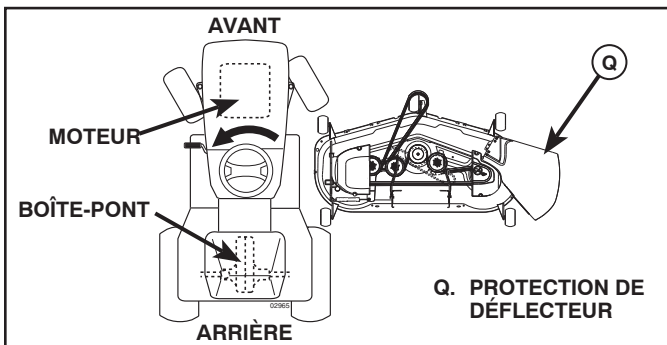

Fig. 26
3. TOURNER LE VOLANT DE DIRECTION À GAUCHE ET PLACER LA TONDEUSE (Voir la Fig. 26)
- Tourner le volant de direction à gauche aussi loin que possible et placer la tondeuse sur le côté droit du tracteur avec la protection de déflecteur (Q) à gauche.
9. INSTALLER LA COURROIE SUR L'EMBRAYAGE DE POULIE MOTRICE (M) (Voir la Fig. 26 et 34)
- Désengager la tige de tension de courroie (K) du support verrouillant (L).
- Installer la courroie sur l'embayage de poulie motrice (M).